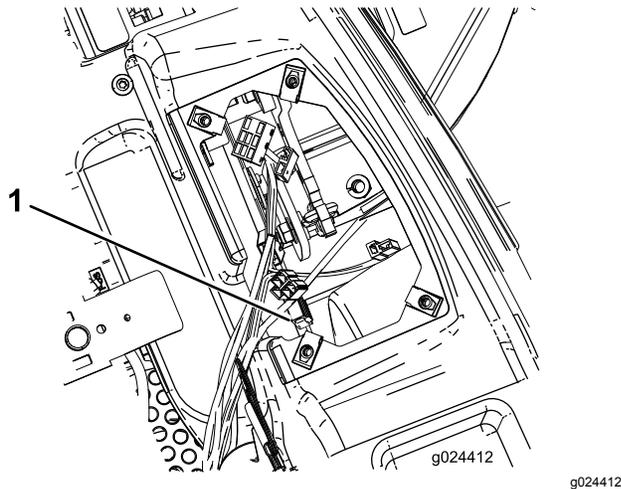

Figura 56
3. Agarre el fusible del motor y retírelo del bloque de fusibles en línea recta (Figura 56).